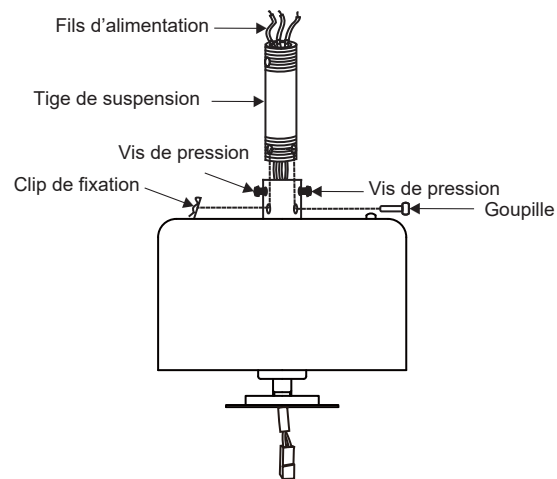

Fig. 8
**Étape 6.** Desserrez les deux vis de pression et enlevez la goupille ainsi que le clip de retenue du couplage sur le dessus du moteur (**Fig. 8**).
Remplacez ensuite la goupille et le clip de retenue. Serrez les deux vis de pression (**Fig. 8**)